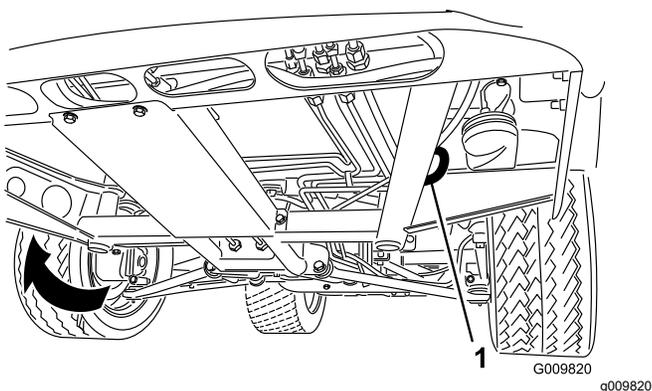
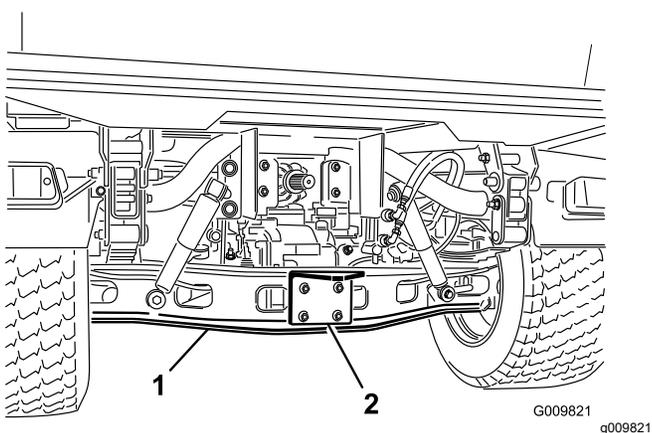

Рисунок 18
Рисунок 19
См. местонахождение точек крепления автомобиля на Рисунок 18 и Рисунок 19.
1. Прикрепите буксирный трос к сцепному устройству в передней части рамы автомобиля (Рисунок 18).